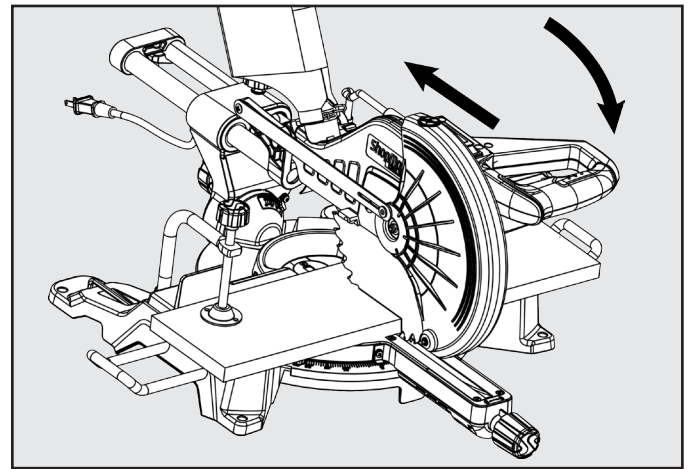

FIGURE 16
Voir figure 16.
- Placez la pièce sur la table à onglets en appuyant un de ses bords contre le guide. Si la pièce est courbée, placez le côté convexe contre le guide. Si le bord concave d'une planche est placé contre le guide, la planche pourrait s'effondrer sur la lame à la fin de la coupe et bloquer la lame. Voir figure 16.